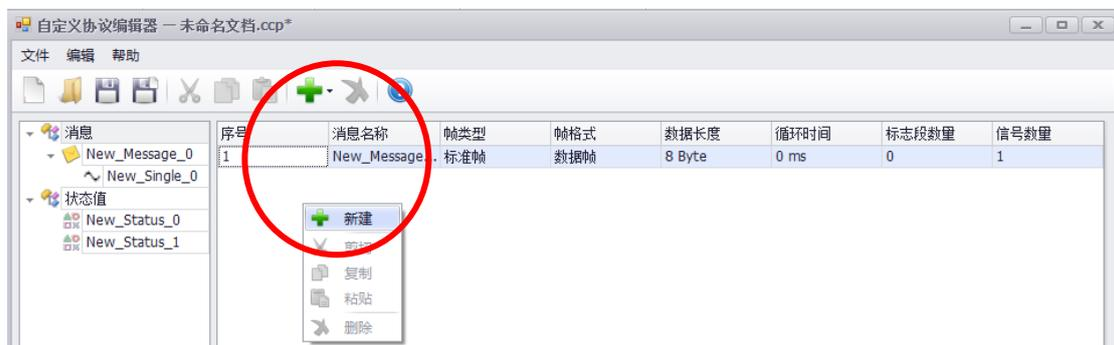

图 8.198 自定义协议_消息
- (1) 消息：定义需要处理的报文信息。CANScope 接收到定义的报文，然后才进行协议处理。用户可以右击新建消息，如图 8.198 所示。